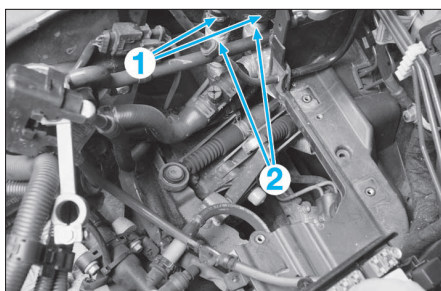

FIG. 18
- Enlever les colliers de maintien (1) des canalisations (2) de liquide de refroidissement au niveau du tablier (Fig.18).
Assécher également la partie intérieure des protections en aluminium (2) (Fig.18) si de l'eau a coulé à l'intérieur de celles-ci.